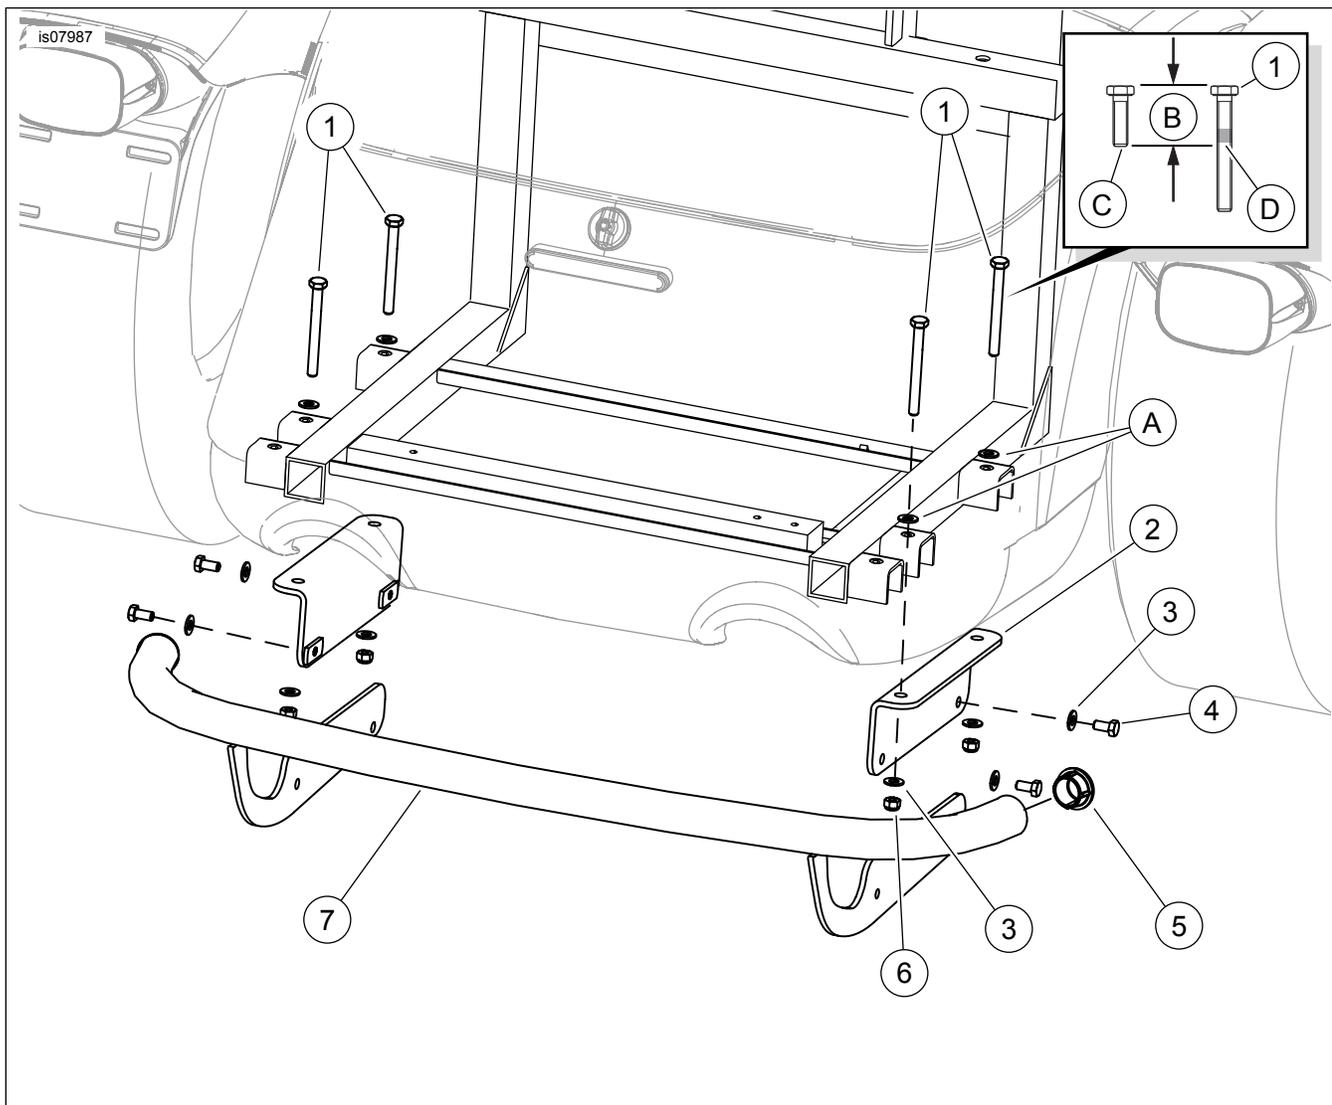

Figura 1. Parti di ricambio: Kit parapolvere posteriore Trike Cromato
Vedere Figura 1 e Tabella 1.
2. Vedere Figura 1 Individuare le quattro viti con rondelle (A) alla base del vano bagagli che fissano la carrozzeria al telaio posteriore. Lasciando la rondella in posizione, rimuovere una delle viti. Conservare la vite per il passaggio successivo, quindi eliminarla.
3. Vedere l'insero in Figura 1 . Applicare LOCTITE 243 (blu) sulle viti lunghe (1).
- a. Contrassegnare la lunghezza (B) della vite originale (C) sulla nuova vite lunga (1).
- b. Applicare LOCTITE 243 (blu) (D) sul 10 mm ( $\frac{1}{2}$  in) delle filettature della vite sul lato della testa del segno.
*Orientare le staffe di montaggio come mostrato nel Figura 1 .*
5. installare le staffe di montaggio (2) nella parte inferiore del telaio con i controdadi (6) e le rondelle (3). Stringere quanto basta in modo che la staffa tocchi leggermente il telaio.
6. Applicare LOCTITE 243 (blu) sulle filettature delle viti corte (4).